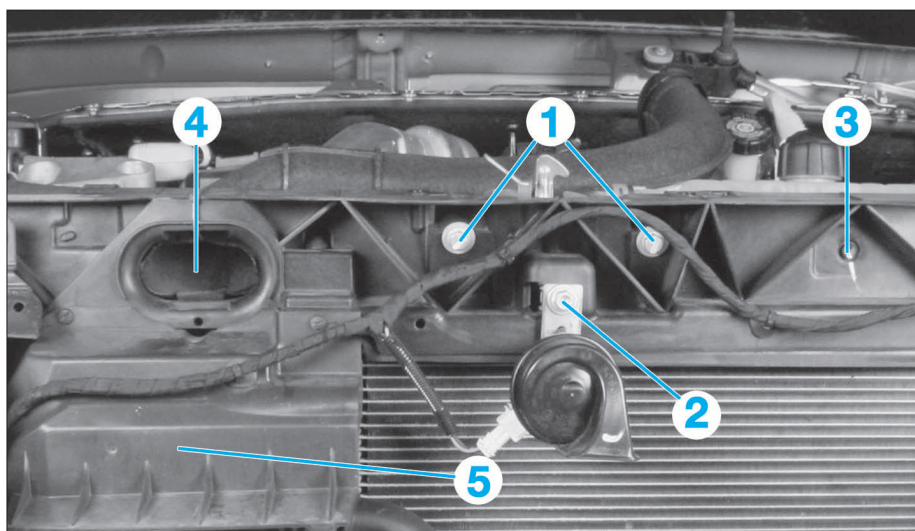
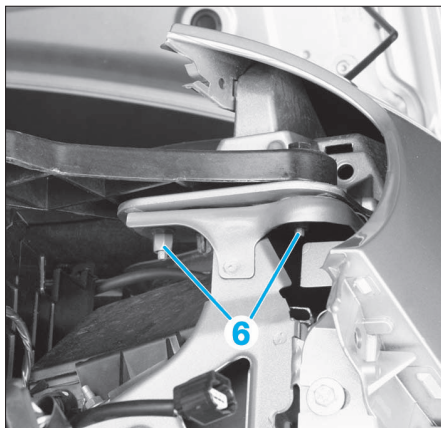

FIG. 16
FIG. 17
- les vis (1) de la serrure de capot (Fig.16),
- la vis (2) de l'avertisseur sonore,
- le clips (3) du vase d'expansion.
- la buse (4) d'admission d'air,
- le cache (5) de l'échangeur air-air.
Pour conserver le réglage de la façade avant, maintenir les vis (6) d'indexage à l'aide d'une clé de 5 mm pendant le dévissage des écrous (Fig.17).